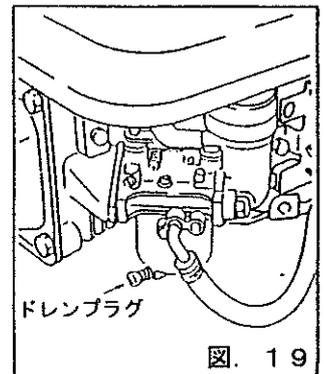

図. 19
(図. 19)
- (1) 燃料タンク及びキャブレター内のガソリンを抜きます。
- ・キャブレター内のガソリンを抜く場合は、キャブレターのドレンプラグを緩め、容器に受けて下さい。(図.19)
- (2) 交換の必要な部品は交換し、各部のボルト・ナットを点検し、緩んでいましたら確実に締め付けて下さい。
- (3) エンジンオイルを交換して下さい。
- (4) エアークリーナーを清掃して下さい。
- (5) さびやすい部品にグリスかエンジンオイルを塗布して下さい。
- (6) 点火プラグを外し、プラグ穴からエンジンオイルを5～10ml程度注油してリコイルスターターノブを2～3回引いた後、点火プラグを元のように締め付け、リコイルスターターノブを引いて重くなったところで止めて下さい。
- (7) 本機及びエンジンに付着したゴミ等はきれいに清掃して下さい。
- (8) カバーをかけ、湿気やホコリの少ない風通しの良い場所に保管して下さい。
- (9) 子どもの手がとどかない鍵のかかる場所に保管して下さい。